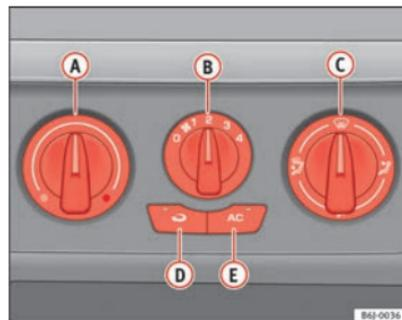

Abb. 105 In der Instrumententafel: Bedienelemente Klimaanlage
- Mit den Reglern ⇒ Abb. 105 **A** und **C** und mit dem Schalter **B** stellen Sie die Temperatur, die Gebläsestufe und die Luftverteilung ein.